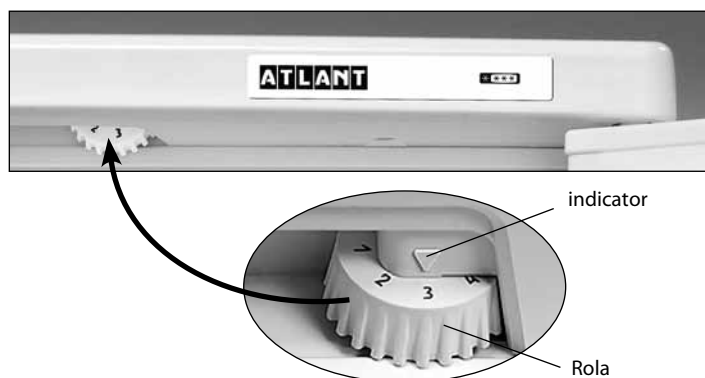

Figura 3 – Controlul temperaturii
**1.5** Organ de reglare a temperaturii în conformitate cu figura 3 este rolul de reglare a temperaturii (în continuare – rol). Rolul se rotește în sensul acelor de ceasornic și invers acelor de ceasornic și are diviziuni cu cifre notate și se instalează la diviziunea selectată. Diviziunea cu marcarea la «1» corespunde temperaturii cea mai ridicată (răcirea cea mai mică) în camera, la diviziunea «7» – cea mai joasă (cea mai mare răcire). Diviziunea rolului trebuie instalată sub indicator la reglarea temperaturii.
Deschideți ușa SF și setați rolul la diviziunea «2». Închideți ușa SF. Pe viitor, pentru a selecta temperatura optimă pentru depozitarea alimentelor în secțiune trebuie reglată temperatura cu ajutorul rolului, așa cum se arată în figura 3. În cazul în care, după reglare sau în urma schimbării condițiilor de exploatare, compresorul a început să lucreze continuu, este necesar să se rotească lent rolul în direcția de micșorare până la un clic a regulatorului de temperatură. După reglare, temperatura în frigider se menține în mod automat.